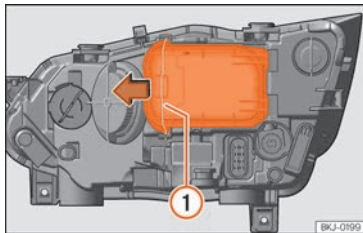

Abb. 52 Im Motorraum: Abdeckung entfernen.
- Die Strebe **»» Abb. 52 1** in Pfeilrichtung verschieben und den Deckel abnehmen.